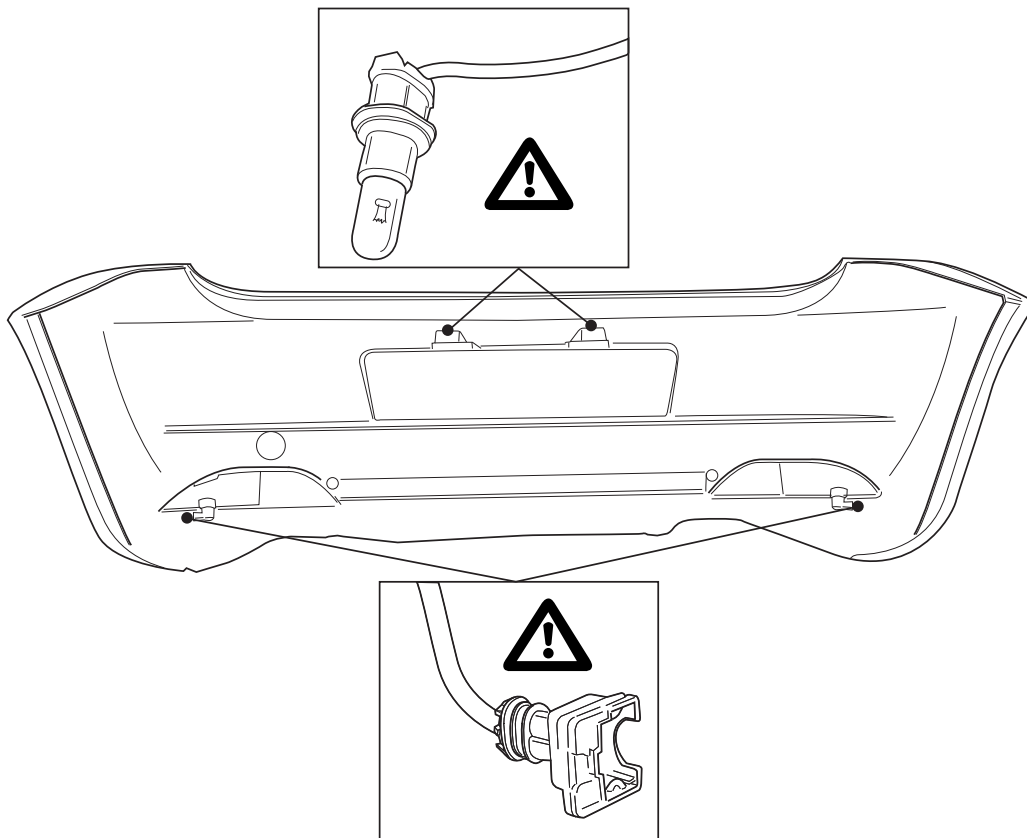

Fig.2
2. Отъединить провода от освещения номерного знака. (см. рис. 2).